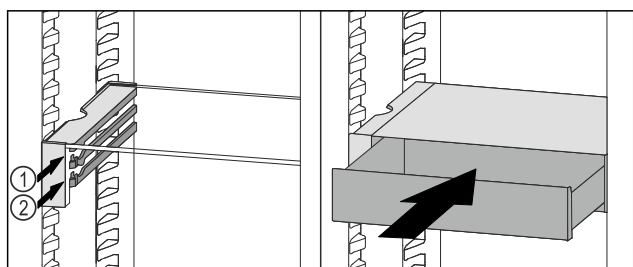

Fig. 52
- ▶ Placera VarioSafe-lådan bakom stoppklackarna på önskad list Fig. 52 (1) eller Fig. 52 (2).